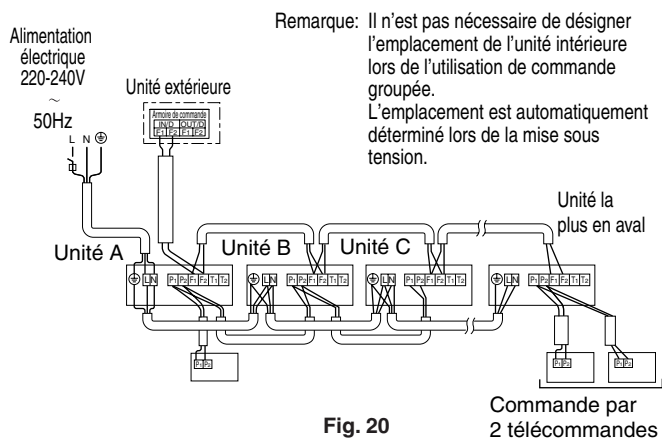

Fig. 20
- (1) Retirez le couvercle du boîtier électrique.
- (2) Ajoutez la seconde télécommande (secondaire) au bornier de transmission (X2M/P1, P2) situé dans le boîtier électrique. (Il n'y a pas de polarité.) (Reportez-vous aux Fig. 20 et 9-3.)